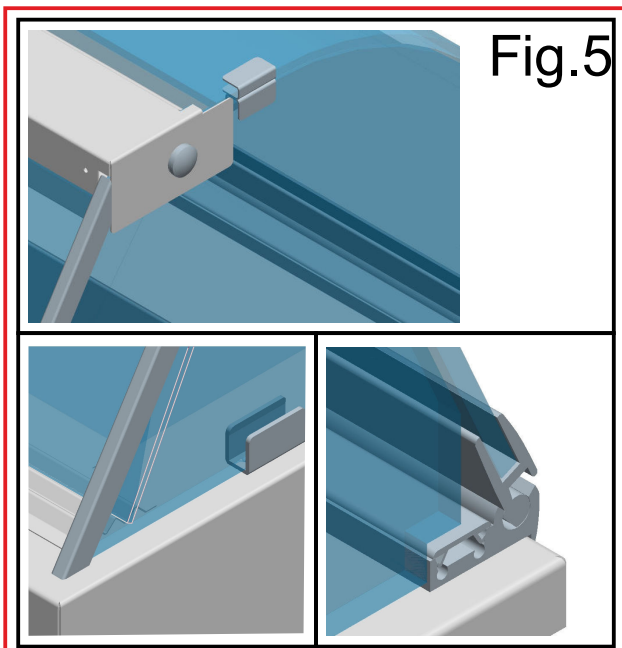
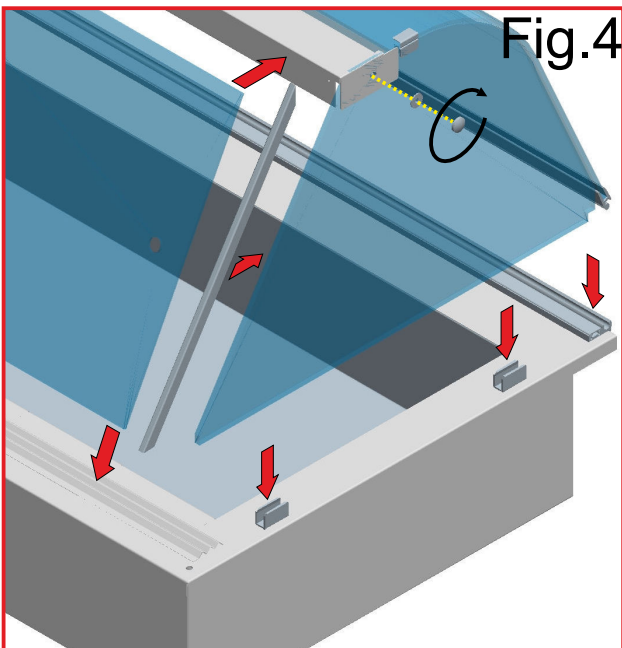

Fig.5
Fig.4
**1.** Sballare i vetri. **2.** Inserire i vetri laterali nelle apposite staffe ad U situate nella parte superiore l'apparecchiatura (Fig.4). **3.** Serrare le viti delle staffe. **4.** Dopo aver montato entrambi i vetri, inserire la plafoniera in acciaio. **5.** Fissare la plafoniera con le apposite viti fornite a corredo. **6.** Proteggere i cavi della lampada con gli appositi profili. **7.** Montare il vetro frontale inserendolo nell'apposita sede (Fig.5).
1. Unpack the glass panels. 2. Insert the glass side panels in the special U-brackets you will find in the upper section of the cabinet (see picture 4). 3. Tighten the brackets' screws. 4. Having assembled both glass panels, insert the steel ceiling lamp assembly. 5. Fix the lamp assembly with the screws supplied. 6. Protect the lamp cables with the profiles provided. 7. Assemble the front panel, inserting it into its seat (see figure 5).